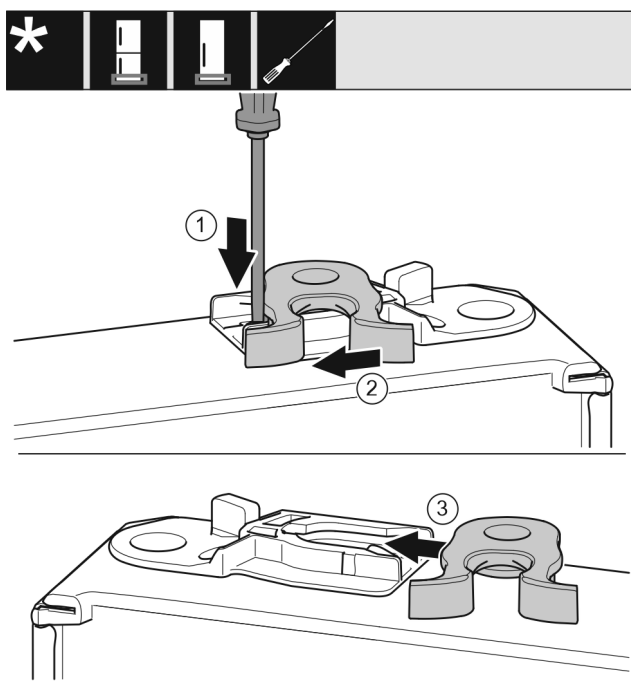

Fig. 17
- ▶ Potisnite spono Fig. 17 (1) navzdol s ploščatim izvijačem.
- ▶ Povlecite zapiralni kavelj Fig. 17 (2) ven iz vodila.
- ▶ Potisnite zapiralni kavelj Fig. 17 (3) na drugi strani v vodilo.